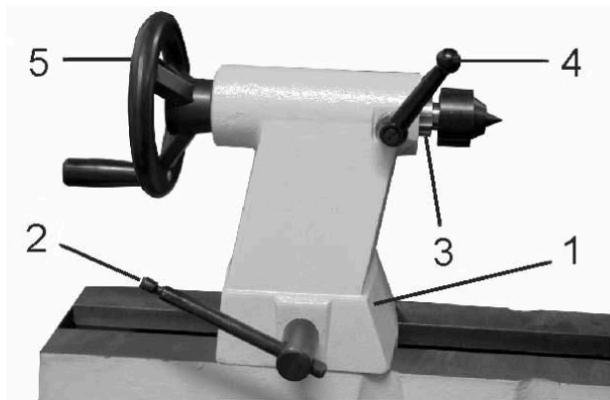

Рис. 13
Задняя бабка (Рис. 13)
- Ослабьте ручку фиксации задней бабки 2 (Рис. 13) и переместите заднюю бабку 1 (Рис. 13) в желаемую позицию на станине. Затяните ручку фиксации задней бабки 2 (Рис. 13).
- Пиноль 3 (Рис. 13) может выходить на 60 мм из кожуха задней бабки. Для перемещения пиноли задней бабки 3 (Рис. 13), ослабьте ручку фиксации пиноли задней бабки 4 (Рис. 13) и поверните маховик 5 (Рис. 13).
- Затяните фиксирующие ручки 2 (Рис. 13) и 4 (Рис. 13) перед началом работы станка.